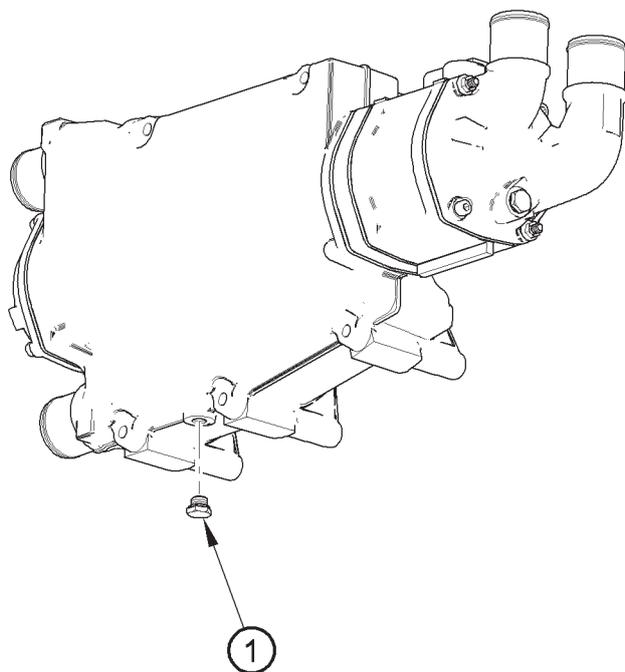

Abbildung 3
2. Entfernen Sie die Ablassschraube (Abbildung 3 Nummer 1) aus dem Wärmetauscher.